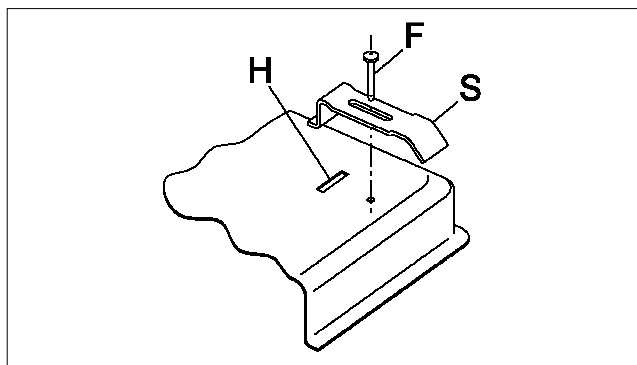

图. 8
- 用合适的支架连接燃气炉“S”，并在底部将突起部分连接固定孔“H”；旋紧螺丝“F”直到支架“S”与上方连接（图. 8）。